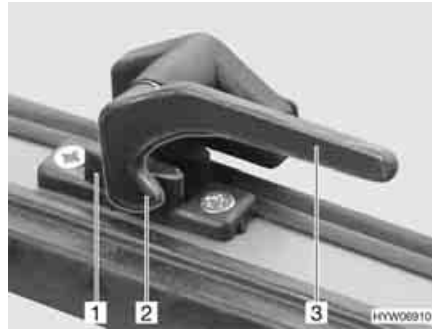

Fig. 50 Leva di serraggio in posizione "Chiuso"
- Ruotare la leva di serraggio (Fig. 50,3) di un quarto di giro verso il centro della finestra.
- Ruotare la leva di serraggio (Fig. 50,3) di un quarto di giro verso il telaio della finestra. Il nasello di chiusura (Fig. 50,2) si trova sul lato interno della chiusura della finestra (Fig. 50,1).
- In posizione "Completamente chiusa" (Fig. 50)